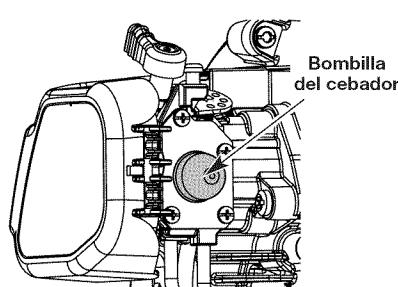

Fig. 8
3. Oprima completamente el cebador y suéltelo 10 veces. Hágalo lentamente. Se deberá ver un poco de combustible en el cebador y en las tuberías de alimentación de combustible (Fig. 8). Si no puede ver el combustible en el cebador, oprímalos y suéltelos tantas veces como sea necesario hasta que vea combustible en el mismo.